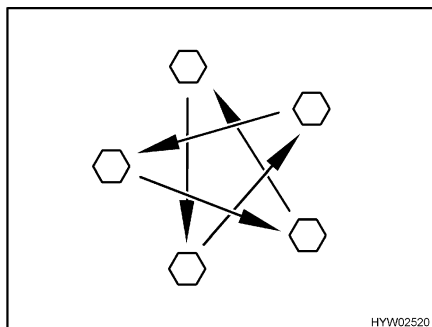

Bild 101 Radmuttern oder Radschrauben über Kreuz anziehen
- Radmuttern oder Radschrauben regelmäßig auf festen Sitz prüfen. Radmuttern oder Radschrauben eines ausgewechselten Rades nach 50 km über Kreuz nachziehen (Bild 101).
- ▷ Radmuttern oder Radschrauben über Kreuz anziehen (Bild 101).